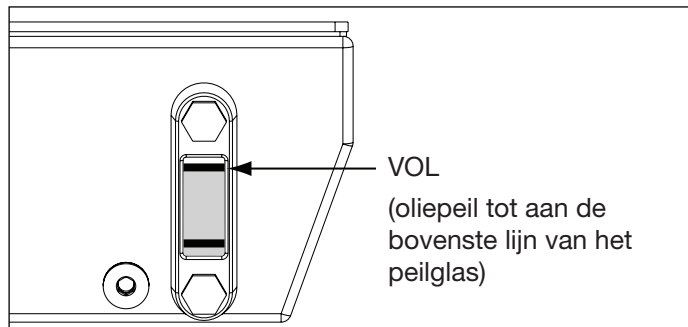

Figuur 1, Reservoir ontluichtingsdop en olievuldop
Zie Figuur 1. Voor de verzending is er een dop (A) in de ontluichtingspoort bovenop het reservoir geïnstalleerd. Voordat u de pomp gebruikt, vervang de transportdop (A) door de ontluichtingsdop (B) van het reservoir en de adapterfitting (C).
Controleer het oliepeil van de pomp vóór het opstarten. Het reservoir is vol wanneer het oliepeil tot aan de bovenste lijn van het kijkglas staat, zoals weergegeven in Figuur 2. Indien nodig, vul olie bij door de olievuldop (D) te verwijderen van de vulbuis, zoals weergegeven in Figuur 1. Gebruik Enerpac HF olie (ISO kwaliteit 32).